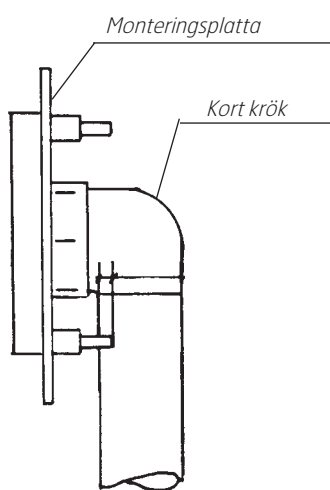

Fig. 7
**OBS!** Vid 3-tumsvägg ska den korta krökens ände märkt med 3" in på monteringsplattan och motsvarande ände vid 4-tumsvägg (Fig. 7).